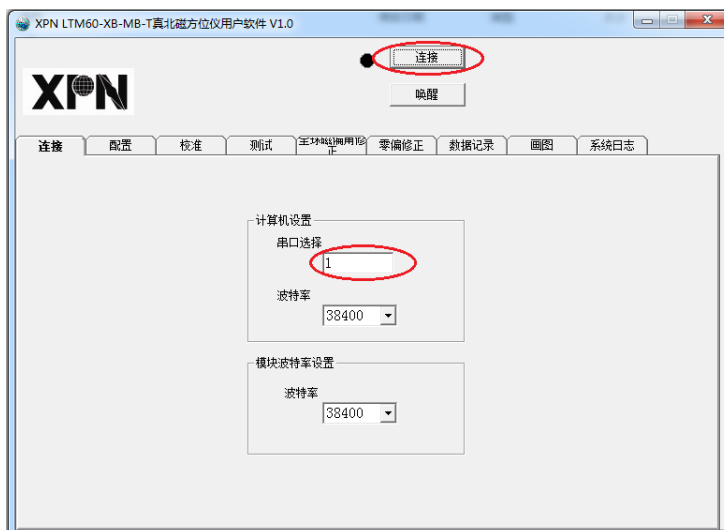

图 5-2-1
- (1) 供电（5V）。
- (2) 连接磁方位仪和计算机串口。
- (3) 运行“LTM60_XB_MB_T 真北磁方位仪用户软件.exe”软件，界面如图 5-2-1。